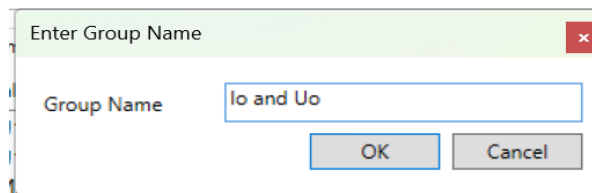

Imagen 180_Creación de un nuevo grupo "Io and Vo".
3.41 Vamos a añadir otro grupo, este se llamará "Io and Uo", estos haciendo referencias al voltaje y a la corriente en la salida como observamos en la **Imagen 180**: